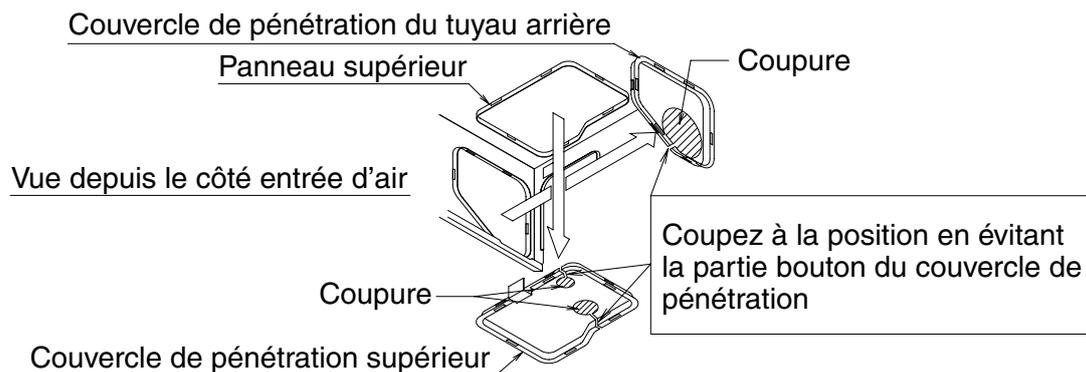
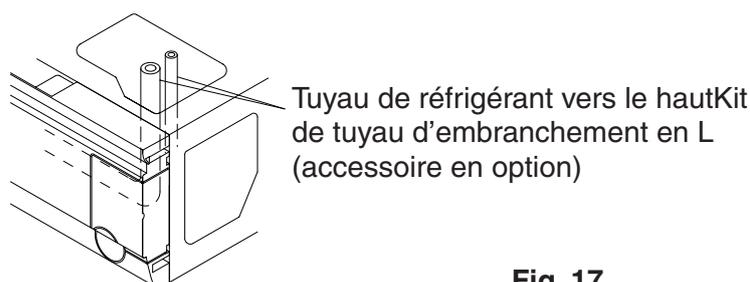
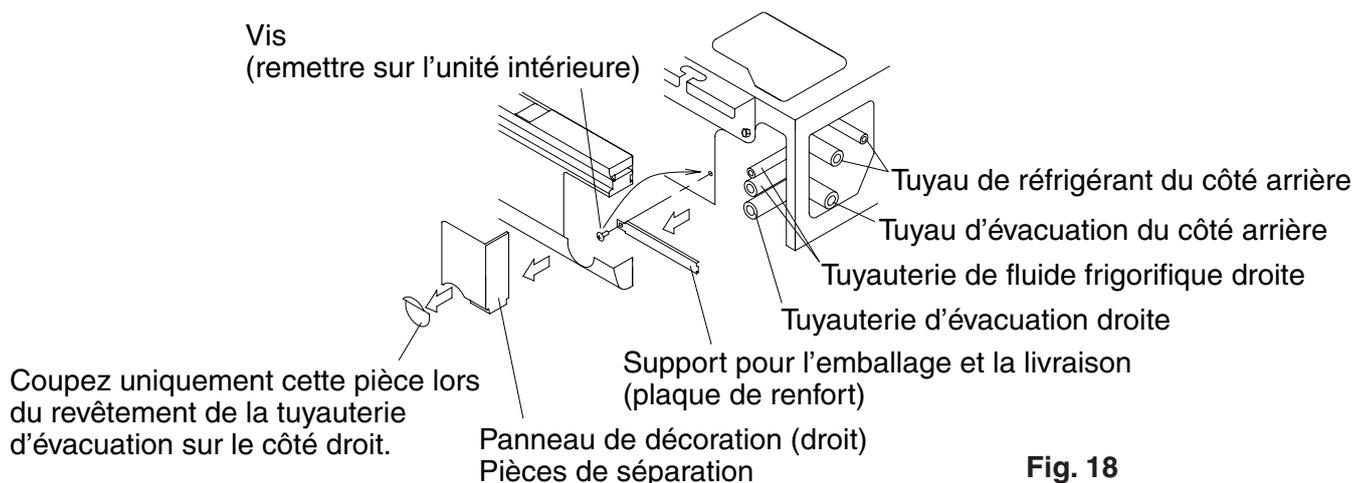

Fig. 16
Fig. 17
Fig. 18
- Retirez le support pour l'emballage et la livraison (plaque de renforcement) avant les travaux de tuyauterie de fluide frigorigé. **(Reportez-vous à la Fig. 18)**
(1) Pour la tuyauterie arrière
- Retirez l'arrière par le couvercle et raccordez la tuyauterie. **(Reportez-vous aux Fig. 16 et 18)**
(2) Pour la tuyauterie arrière
- Retirez le couvercle supérieur de pénétration du panneau et utilisez le kit de tuyauterie à raccordement en forme de L (accessoire en option) pour diriger la tuyauterie. **(Reportez-vous à la Fig. 16 et Fig. 17)**
(3) Pour la tuyauterie de surface du côté droit
- Retirez le support pour l'emballage et la livraison (plaque de renforcement) sur la surface droite et remettez la vis dans la position d'origine de l'unité. **(Reportez-vous à la Fig. 18)**
- Coupez le trou de sortie au niveau du panneau de décoration (droit) et raccordez la tuyauterie. **(Reportez-vous à la Fig. 18)**
- Après l'installation de la tuyauterie, coupez le couvercle de pénétration retiré le long de la forme de la tuyauterie, puis installez. Aussi, pour le couvercle de pénétration du panneau supérieur, étant donné qu'il a été retiré auparavant, passez le moteur des lames d'oscillation et le fil de la thermistance par l'attache du couvercle de pénétration du panneau supérieur et fixez-les. **(Reportez-vous aux Fig. 16 et 19)** Lorsque vous faites cela, bloquez tout écart entre le couvercle de pénétration de la tuyauterie et la tuyauterie à l'aide de mastic afin d'empêcher la poussière d'entrer dans l'unité intérieure.
(1) Effectuez l'évacuation de la tuyauterie.
- La tuyauterie d'évacuation peut être raccordée à l'aide des consignes suivantes : Pour le côté arrière droit / côté droit, reportez-vous à la **Fig. 18** du "6. TRAVAUX DE TUYAUTERIE DE FLUIDE FRIGORIFIQUE" et pour le côté arrière gauche / côté gauche, reportez-vous à la **Fig. 21**.